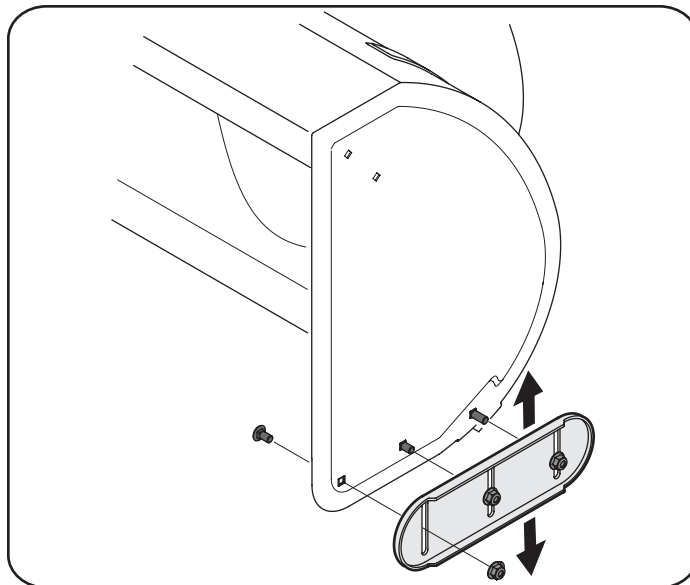

Figura 8
1. Afloje las seis tuercas hexagonales (tres a cada lado) y los pernos del carro. Mueva las zapatas antideslizantes a la posición deseada. Vea la Figura 8.